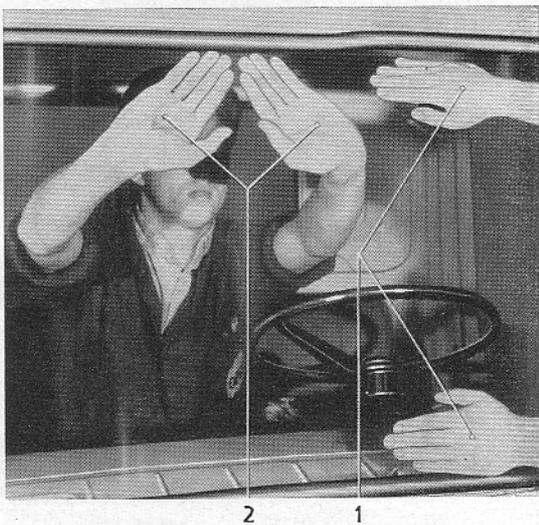

Bild 5 – Windschutzscheibe weiter herausdrücken
6. Windschutzscheibe oben weiter aus der Gummifassung herausdrücken, wobei ein zweiter Mann von außen leicht gegenhält (Bild 5).